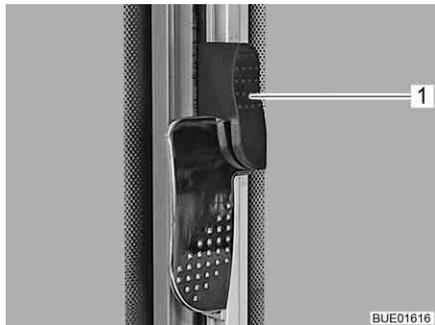

Fig. 116 Finestra scorrevole con dispositivo di bloccaggio della rotazione (bloccato)
- Spingere verso l'alto la chiusura di sicurezza (Fig. 116,1).
- Spingere verso il basso la chiusura di sicurezza (Fig. 116,1).